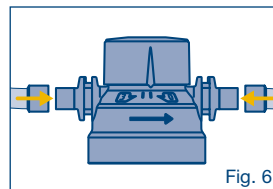

Fig. 6
3. monte y conecte los adaptadores y mangueras en la cabeza de filtro (tenga en cuenta el radio de curvatura de las mangueras) (ver Fig. 6)